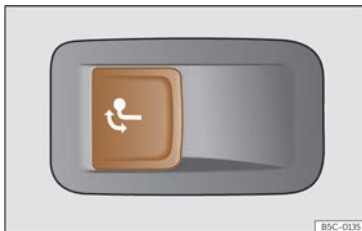

Fig. 199 No lado esquerdo do maleteiro: tecla para desbloquear o gancho de remolque.
- Puxe da tecla » **fig. 199** brevemente. O gancho de remolque desbloqueáase electricamente e xírase automaticamente cara a fóra. O indicador de control da tecla escintila.
- Puxe da tecla » **fig. 199** brevemente. O gancho de remolque desbloqueáase electricamente.
- Se o indicador de control da tecla » **fig. 199** → *escintila*, significa que o gancho de remolque aínda non encastou correctamente ou que está danado » ⚠.
- Se o indicador de control » **fig. 199** → *permanece acendido* co portón traseiro aberto, o gancho de remolque está correctamente encastado tanto cando está extraído como cando está escamoteado.
- Non prema nunca a tecla»» fig. 199 cando haxa un remolque enganchado ou vaia montado un portaequipaxes ou outros accesorios sobre o gancho de remolque.